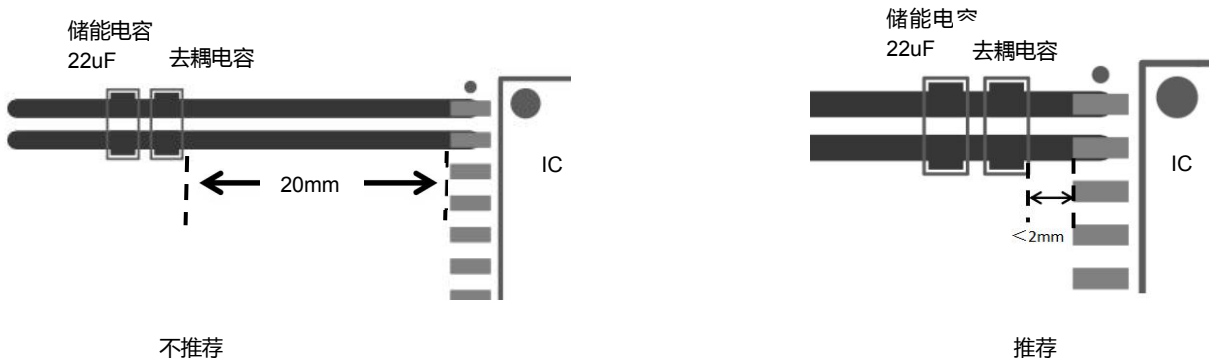

图 10-1
1、VCC 与 GND1、VISO 与 GND2 的去耦电容及储能电容应尽可能摆放在靠近芯片引脚的位置，已减少环路面积和 PCB 走线的寄生电感。一般应控制在 2mm 以内。去耦电容放在靠近芯片的位置，储能电容放在外侧。如下图 10-1 所示。